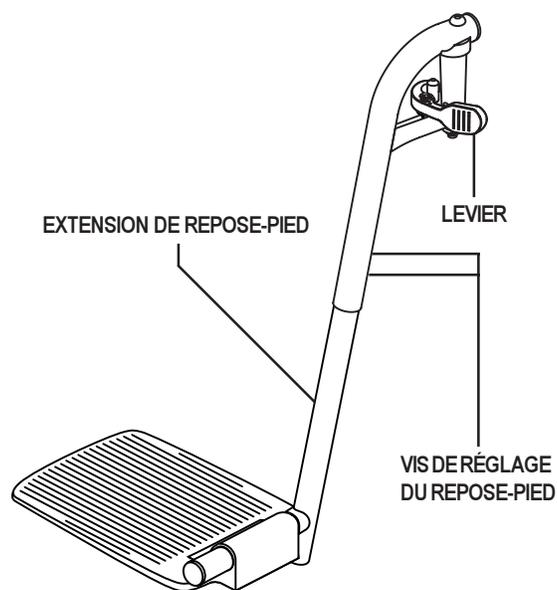

Figure 17. Repose-pieds escamotables
1. Appuyez sur le levier. Voir la figure 17.
1. Enlevez les deux vis situées sur le côté des extensions des repose-pieds. Voir la figure 17.